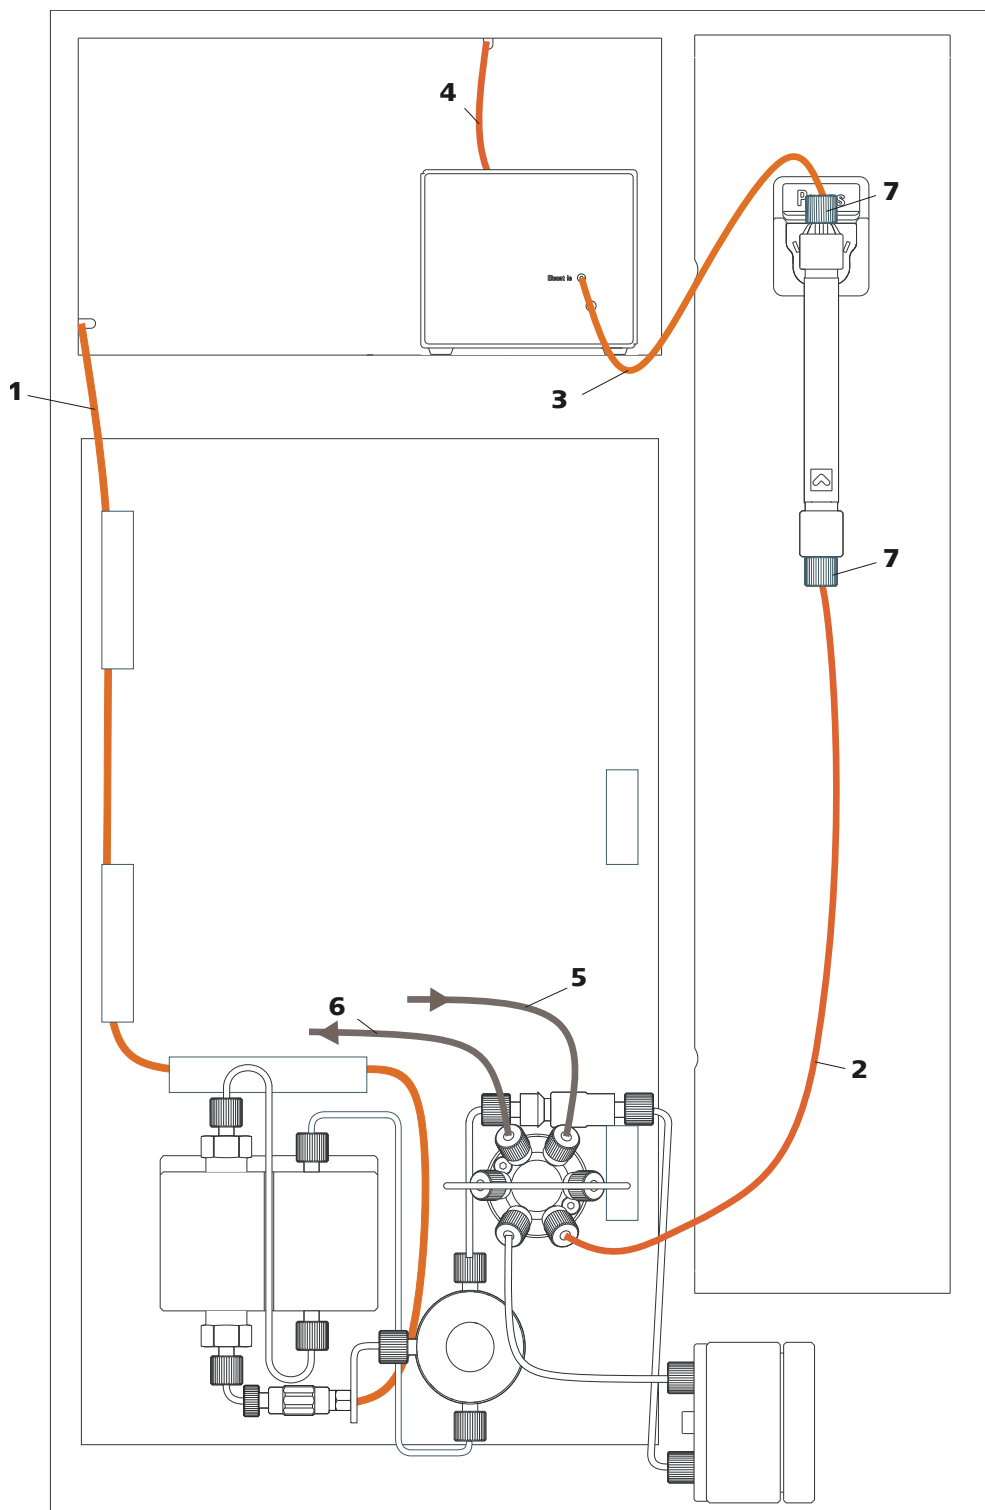

Figura 3 Diagrama de instalación
- un diagrama de instalación (*véase Figura 3, página 12*) que muestra un 882 Compact IC plus – Cation completamente instalado.